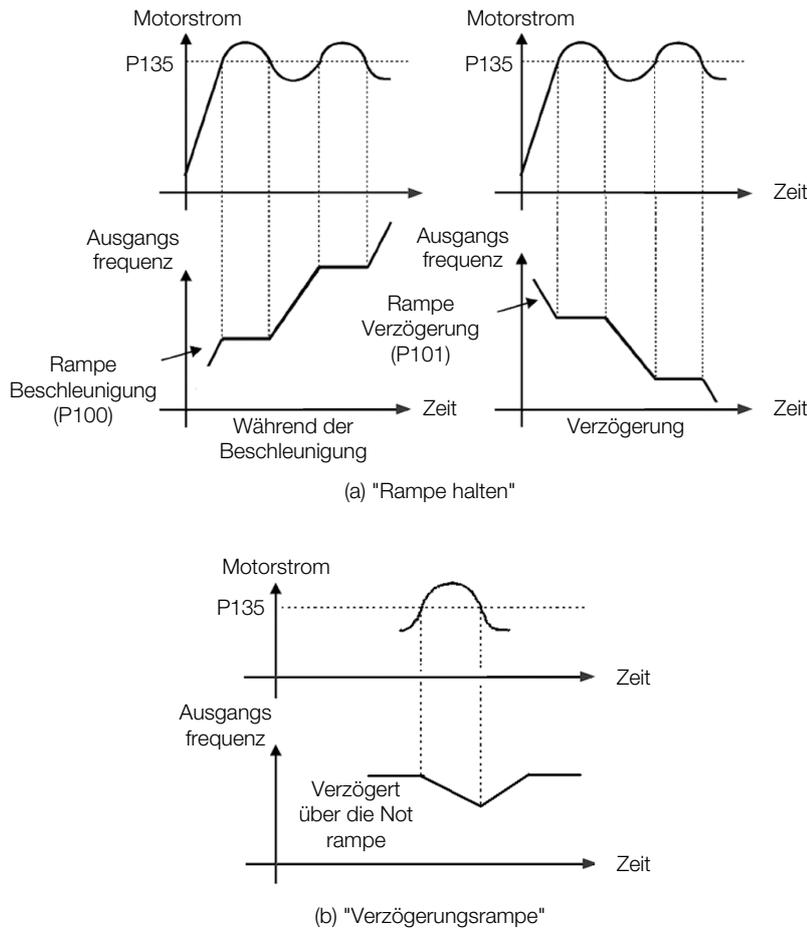

Abbildung 11.5: (a) und (b) Einschaltmodi der Strombegrenzungen via P135
- Wirkweise: wenn der Motorstrom den in P135 gesetzten Wert bei der Beschleunigung oder Verzögerung übersteigt, wird die Frequenz nicht erhöht (Beschleunigung) oder verringert (Verzögerung). Wenn der Motorstrom einen Wert unter P135 erreicht, beschleunigt bzw. verzögert der Motor wieder. Siehe Abbildung 11.5 auf Seite 11-5;
- Wirkweise: wenn der Motorstrom den in P135 gesetzten Wert übersteigt, wird für den Frequenzeingang der Rampe ein Nullwert erzwungen, der den Motor in eine Verzögerung zwingt. Wenn der Motorstrom einen Wert unter P135 erreicht, beschleunigt der Motor wieder. Siehe Abbildung 11.5 auf Seite 11-5;
Der Wert der Stromstärke, bei dem die Strombegrenzung für die Modi Rampe halten und Rampe verzögern aktiviert wird, ist in Abbildung 11.5 aktuell 11-6 (a) und (b) dargestellt. Um die Strombegrenzung zu entfernen, müssen Sie Parameter P135 > $1.9 \times I_{nom}$ setzen.